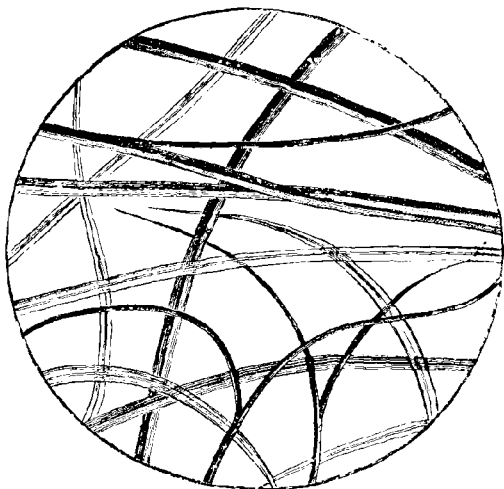

Fig. 224. Fibres de soie.
**Origine.** — Matière textile fournie par les larves de certains insectes, tels que le *Ver à soie* ou *Bombyx*. Cet animal éclot au printemps d'un œuf dit *graine* ; il se nourrit de feuilles de mûrier pendant cinq semaines environ, en changeant quatre fois de peau (*mues*) ; il grimpe sur des brindilles de mûrier ou de bruyère et sécrète près de la bouche un liquide qui durcit à l'air en donnant un fil très fin (fig. 224). La larve fixe de loin en loin ce fil sur les branches de manière à former une enveloppe, nommée *cocon* (fig. 222),